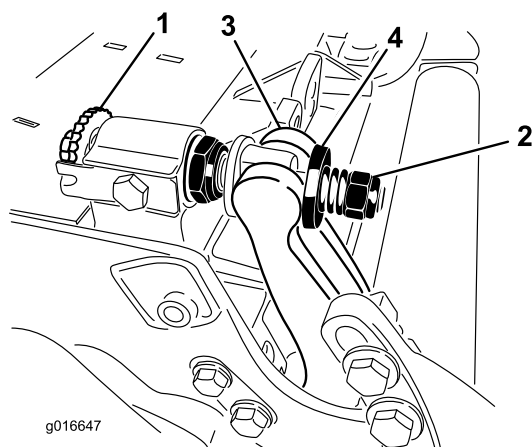

Figura 30
- Rode os parafusos de ajuste da barra de apoio no sentido contrário ao dos ponteiros do relógio, para afastar a lâmina de corte do cilindro (Figura 30).
- Faça recuar a porca da mola tensora até que a anilha deixe de estar sob tensão contra a barra de apoio (Figura 30).